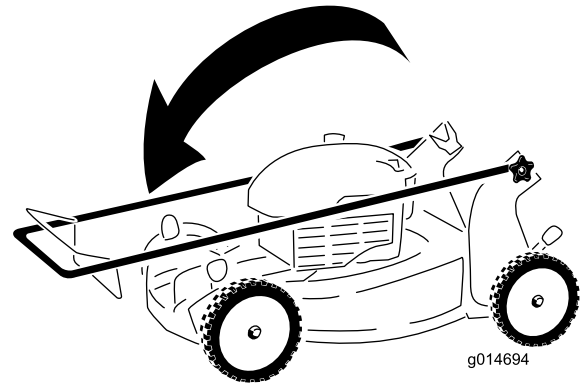

Figure 26
3. Pliez la moitié supérieure du guidon en avant de la manière indiquée (Figure 26).